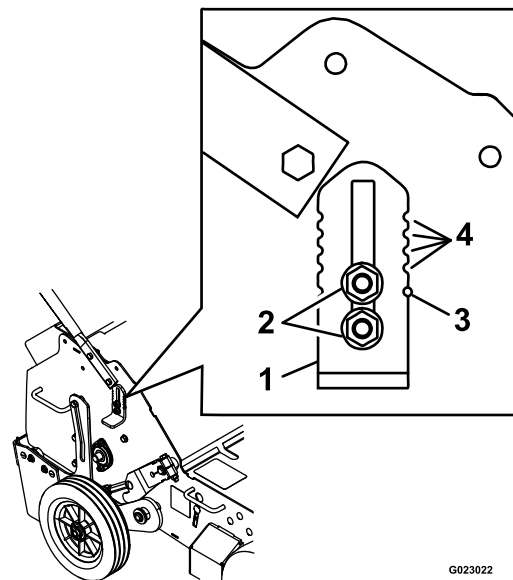

Figura 18
3. Afloje las tuercas que sujetan el tope de la rueda del lado derecho de la máquina (Figura 18).
6. Repita los pasos 3 a 5 para el tope de la rueda del lado izquierdo de la máquina. Utilice las muescas guía del tope de la rueda y los orificios guía del bastidor para ajustar los toques de las ruedas a la misma altura en cada lado (ver Figura 18).